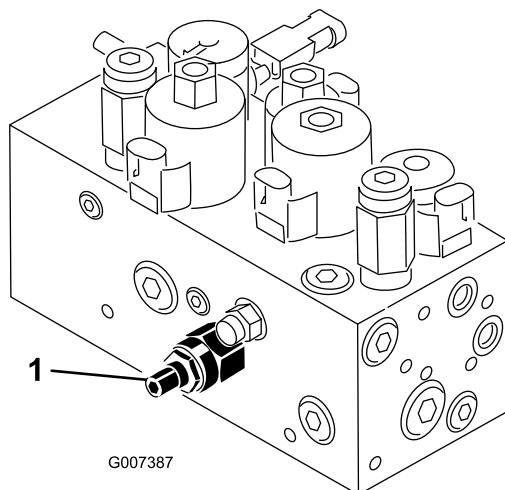

Figura 49
Il circuito di sollevamento/abbassamento degli apparati di taglio della macchina è dotato di una valvola di regolazione del flusso (Figura 49). Questa valvola viene preregolata in fabbrica, ma è talvolta necessario regolarla per compensare i dislivelli delle temperature dell'olio idraulico, delle velocità di tosatura, degli accessori, ecc. Se necessario, regolate come segue:
1. Alzate il sedile e individuate la valvola di regolazione del flusso per il telaio di trazione centrale (Figura 49), situata accanto al collettore idraulico.